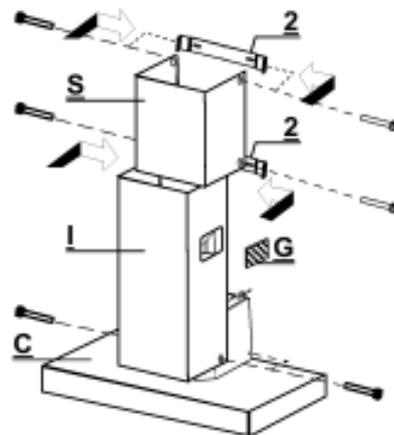

Рис. 8
- Чтобы укрепить верхнюю секцию **S**, сначала нужно слегка раздвинуть ее боковые части, завести их за скобы кронштейнов **2** и затем сжать боковые части так, чтобы они плотно прилегали к кронштейнам. Закрепите верхнюю секцию **S** на кронштейнах **2** с помощью 4 винтов (находятся в пакете с аксессуарами) (рис. 8).